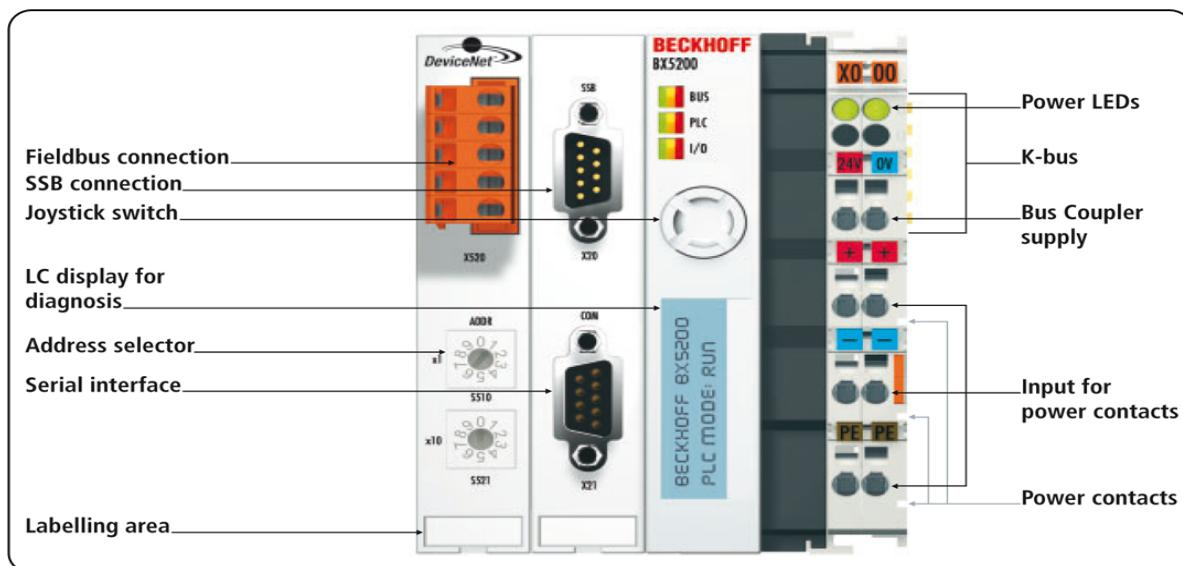

fig. 3.1
- módulos I/O adicionales, alimentados mediante los contactos de potencia (“Power contact”, en fig. 3.1);
- interfaz del bus de campo (“Fieldbus connection”, en fig. 3.1).